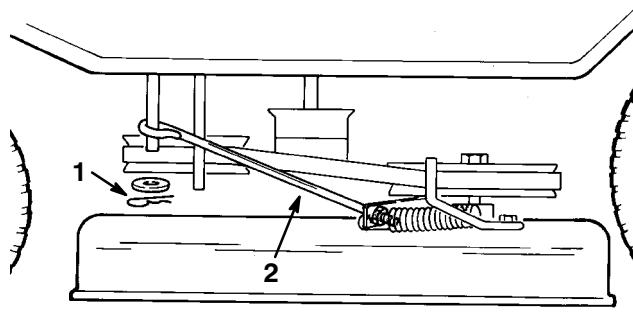

Figure 41
9. Fixer la tige de commande de lame au bras de commande de lame à l'aide de la rondelle et de la goupille épingle (Fig. 41).